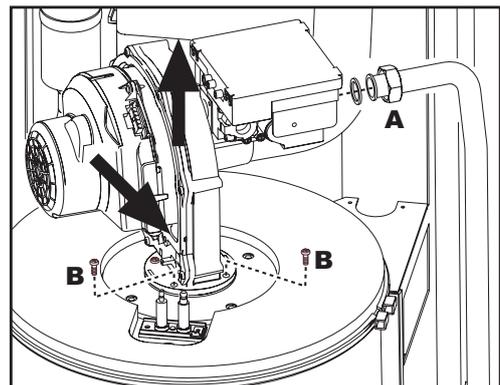
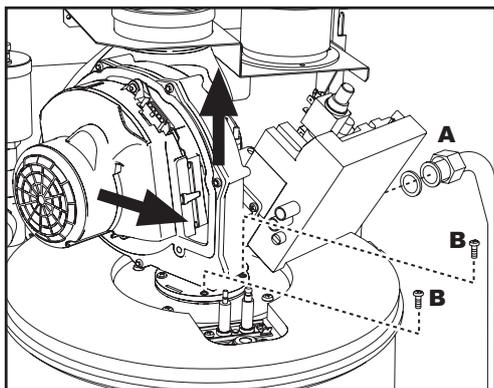

рис. 30 - Модель **ENERGY TOP W 70 - W 80**
рис. 31 - Модель ENERGY TOP W 125
- Развинтите хомут "А" крепления газового клапана (рис. 30 и рис. 31).
- Открутите два винта "В" и демонтируйте блок вентилятора, как указано на рис. 30 для модели **ENERGY TOP W 70 - W 80** и на рис. 31 для модели **ENERGY TOP W 125**.